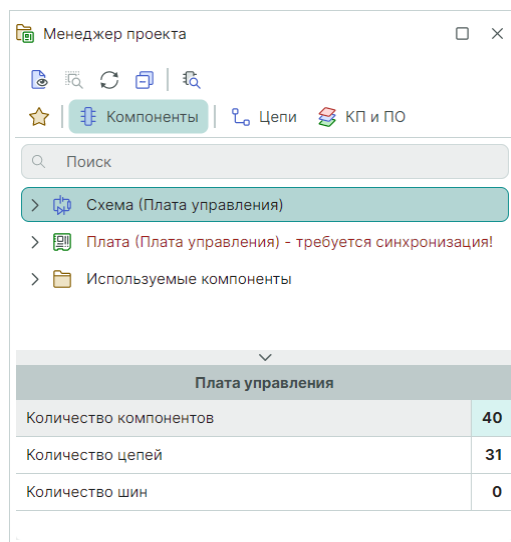

Рис. 307 Синхронизация через открытие платы проекта
1. Откройте плату проекта, см. Рис. 307.